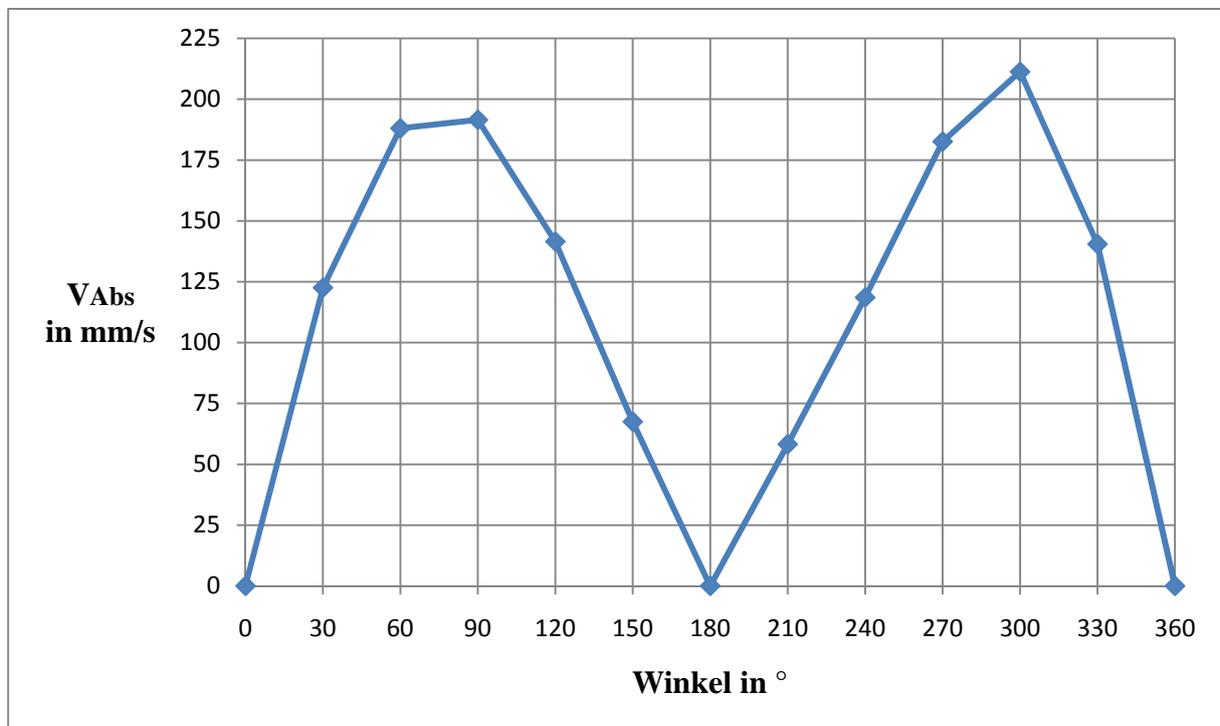

Abb. 9: Geschwindigkeitsverlauf des Schwingenzapfens in Abhängigkeit vom Winkel
5. Erstellung des Diagramms mit Excel → Abbildung 9